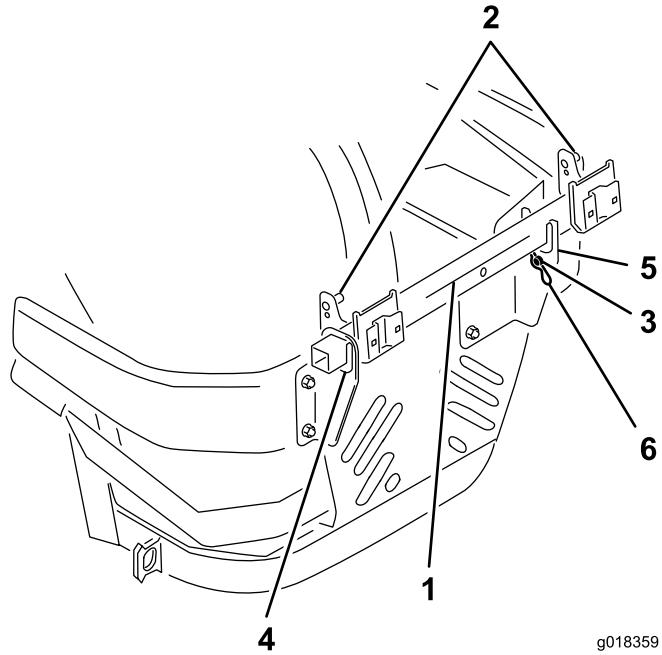

Figura 11
1. Alinee el bastidor de la tolva con los 2 pasadores enchavetados de la tapa, situados en la parte superior del bastidor, orientados hacia la derecha, y el pasador de montaje, situado en la parte inferior del bastidor, orientado hacia la izquierda, según se muestra en Figura 11.
2. Introduzca el bastidor de la tolva en el orificio cuadrado del soporte izquierdo del bastidor (Figura 11).
3. Alinee el pasador de montaje hacia la derecha del soporte derecho del bastidor (Figura 11).
- Baje el bastidor entre las pestañas en forma de U del soporte derecho (Figura 11).
- Deslice el bastidor de la tolva hacia la izquierda hasta que el pasador de montaje pase a través del orificio del soporte derecho del bastidor (Figura 11).
- Instale la chaveta en el taladro del pasador de montaje para sujetar el bastidor al soporte (Figura 11).